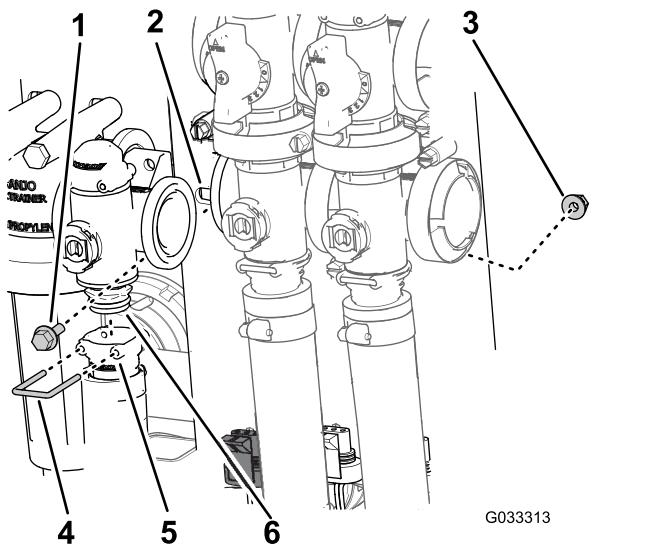

Figure 63
2. Retirez l'étrier qui fixe le raccord de sortie au collecteur du régulateur de débit (Figure 63).
3. Retirez les 2 boulons à embase et les 2 contre-écrous à embase qui fixent le régulateur de débit au support, puis déposez le collecteur de la machine (Figure 63).